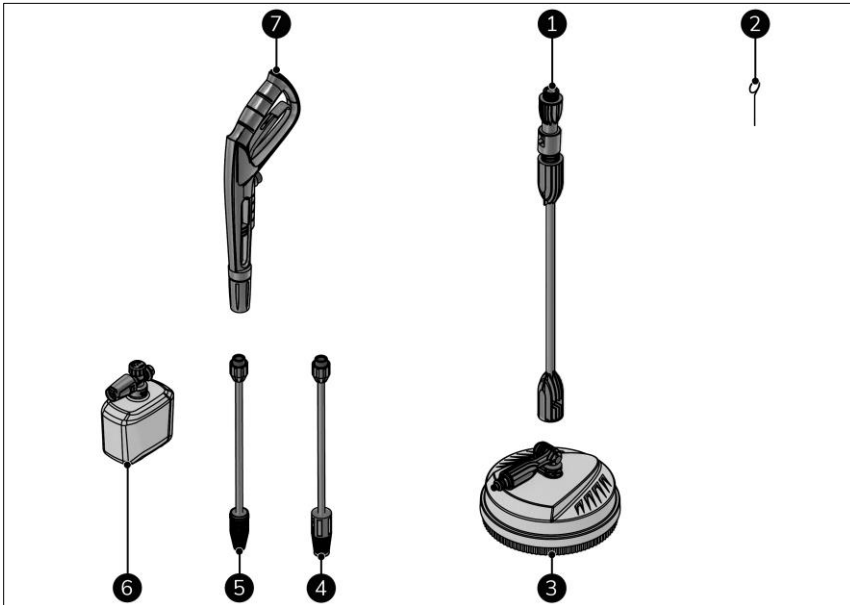

Abbildung 6
Dieses Gerät enthält folgendes Zubehör (Abbildung 6):
1. Halten Sie die Strahlpistole (Abbildung 6, Pos. 7) mit beiden Händen.
2. Platzieren Sie den Bodenreiniger (Abbildung 6, Pos. 3) auf die zu reinigende Fläche.